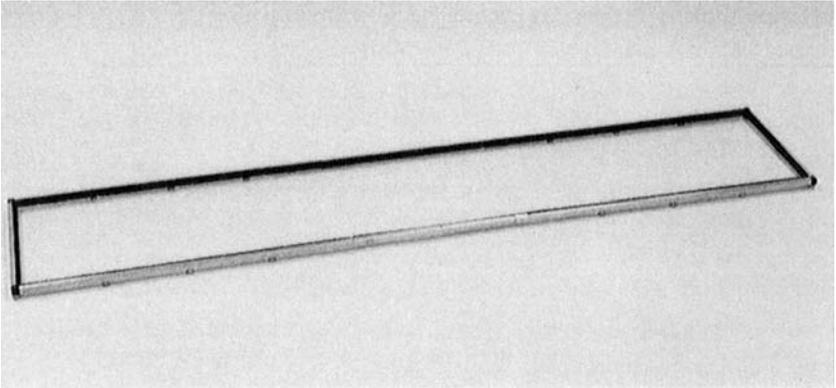

Bild 10. Zusammengebauter 305 mm × 1525 mm Rahmen
1. Bauen Sie den 305 mm × 1525 mm Rahmen so zusammen, wie in Bild 10 dargestellt. Sie benötigen dazu vier 610 mm Aluminiumrahmen, zwei 1x Verbindungsstücke, zwei 305 mm Aluminiumrahmen und